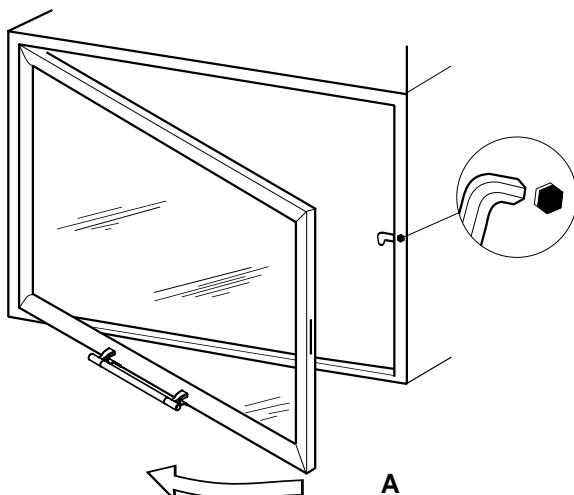

Fig. 7.1
7.1 PULIZIA DEL VETRO (FIG. 7.1)
- Non effettuare la pulizia durante il funzionamento del caminetto. (Fig. 7.1: A-apertura antina per pulizia vetro)
7.1 CLEANING THE GLASS (FIG. 7.1)
- Do not perform cleaning when the fireplace is in operation (Fig. 7.1: A-opening the door to clean the glass).
7.1 REINIGUNG KERAMIKGLAS (ABB. 7.1)